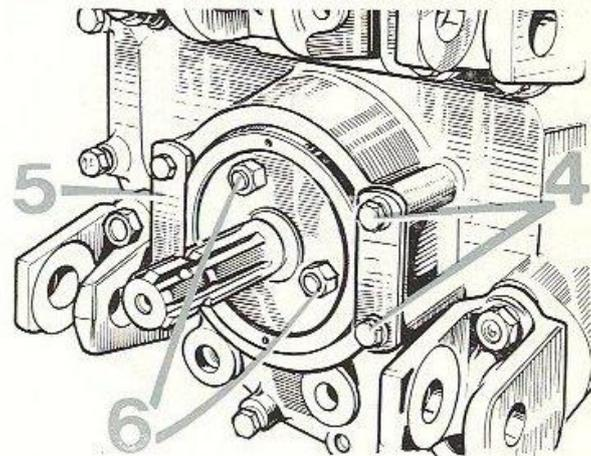
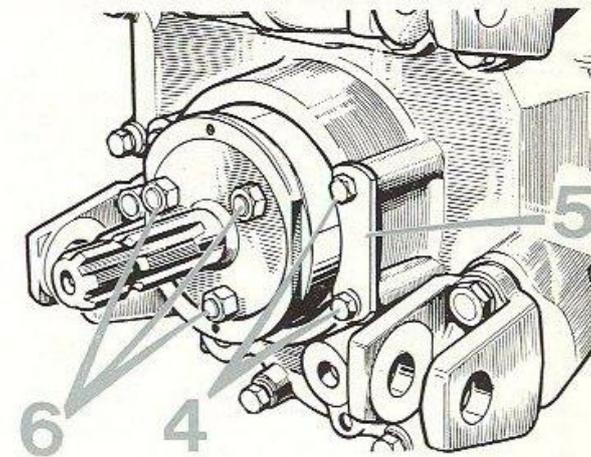

FIG. 19
FIG. 20
entraînement de la prise de mouvement : 540 tr/mn à 1937 tr/mn du moteur (arbre P.D.F. tiré fig. 20).
1.000 tr/mn à 2.038 tr/mn du moteur (arbre P.D.F. poussé fig. 19).
Pour passer de position 1.000 tr/mn fig. 19 en position 540 tr/mn fig. 20, dévisser les quatre vis de maintien (4) des plaquettes (5) ; sortir ces plaquettes et tirer l'arbre de P.D.F. fig. 20 ; remettre ensuite les plaquettes de maintien avec leurs vis de fixation (4).
Inversement, pour passer de position 540/mn en position 1 000 tr/mn, repousser l'arbre de P.D.F. Remettre ensuite en place les plaquettes et leurs vis de fixation fig. 19.